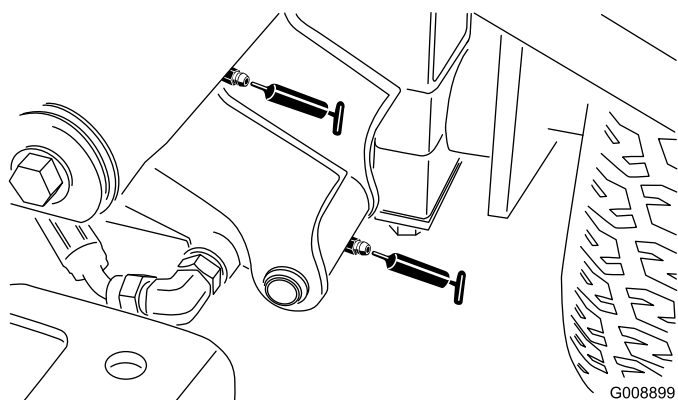

Figura 41
- Perno del braccio di sollevamento sinistro anteriore e cilindro di sollevamento (2) (Figura 41)